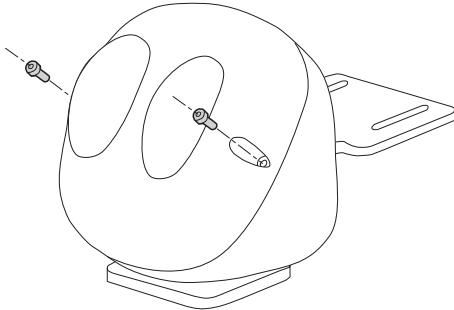

Abb. 1
Die Schrauben ausdrehen und die Verkleidung anhaben (Abb. 1, Seite 5).
Den Schwenk-Neige-Kopf schließen. Die Schrauben mit einem Drehmoment von 1.2Nm festziehen (Abb. 1, Seite 5).
2. Die Schrauben ausdrehen und die Verkleidung anhaben (Abb. 1, Seite 5).
10. Den Schwenk-Neige-Kopf schließen. Die Schrauben mit einem Drehmoment von 1.2Nm festziehen (Abb. 1, Seite 5).